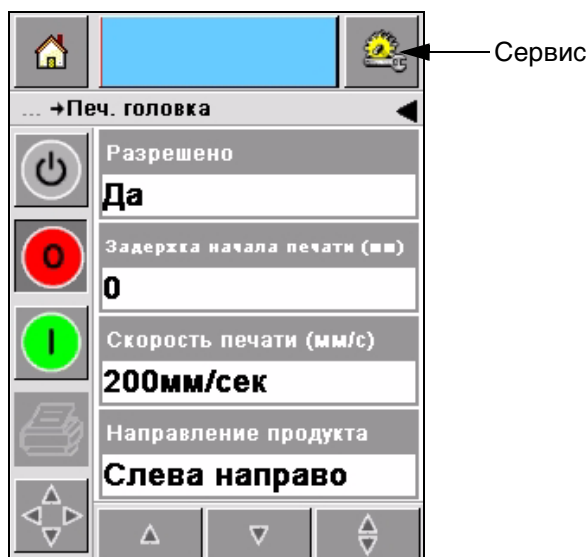

Рисунок 5-14: Экран настройки печатающей головки
- 1 Нажмите Сервис -> Настройка -> Печатающая головка на Главной странице. Появится *страница* настройки печатающей головки (Рисунок 5-14).